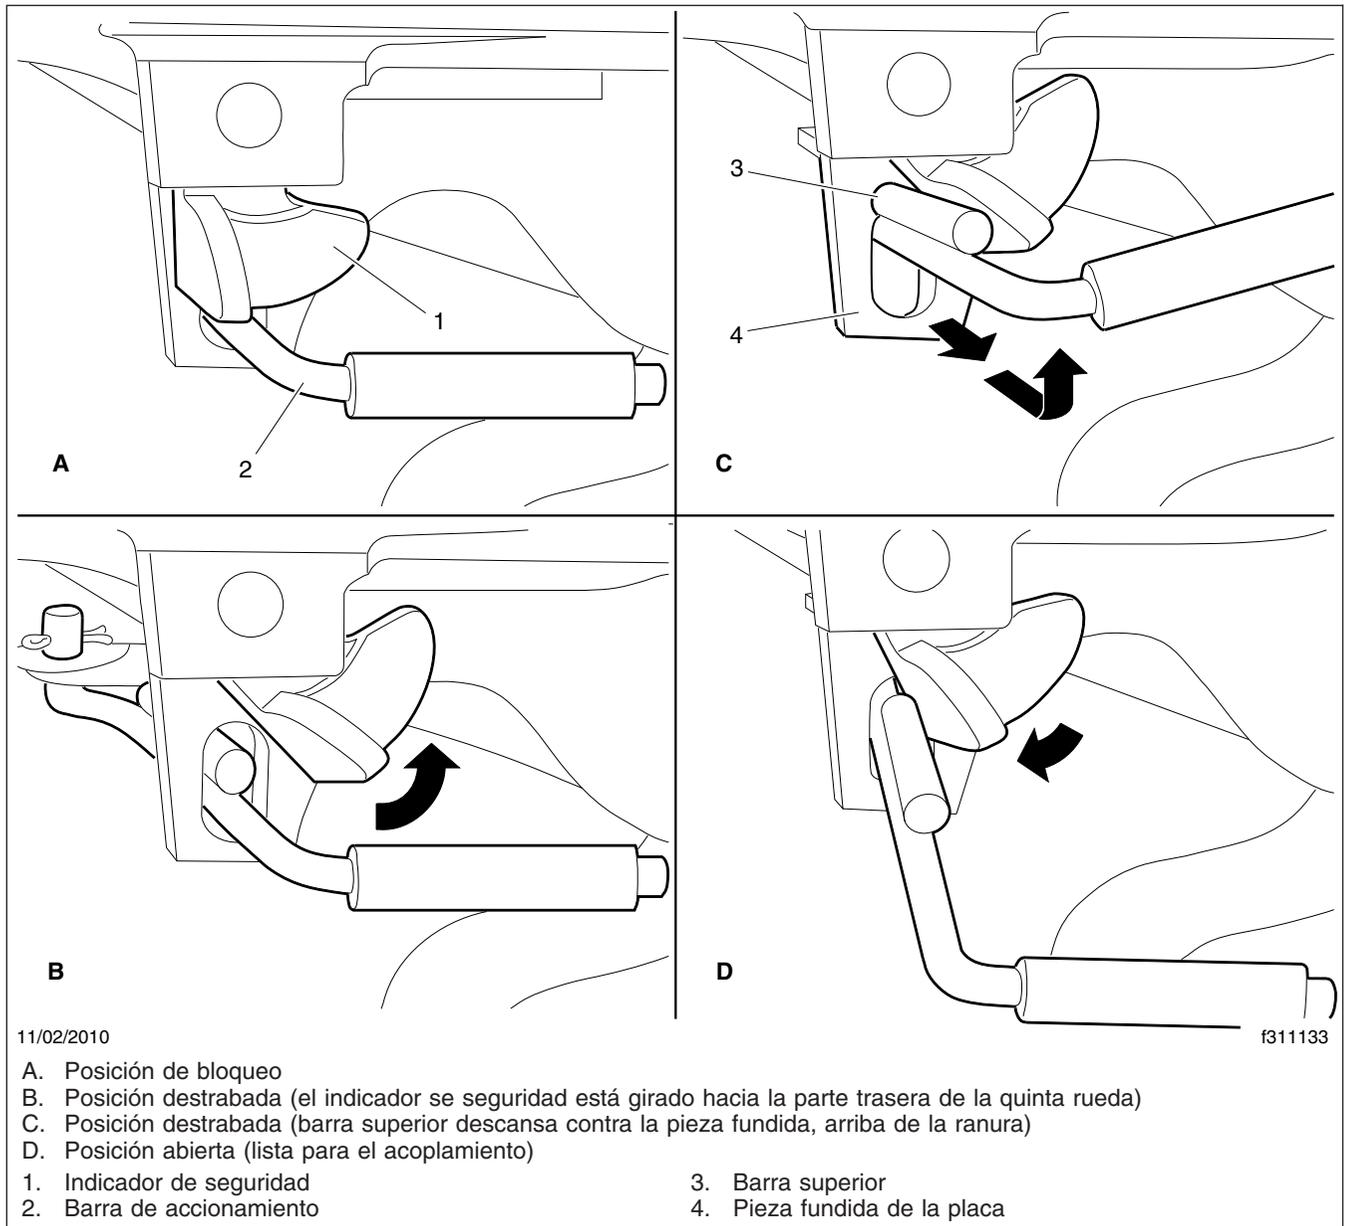

Figura 17.9, Mecanismo de cierre del perno rey Holland
- 6.2 **Holland:** En la posición de cierre el indicador de seguridad pivota libremente sobre la barra de accionamiento. Vea la Figura 17.9, detalle A.
Para abrir el mecanismo, gire el indicador de seguridad hacia la parte trasera de la quinta rueda. Vea la Figura 17.9, detalle B.
Jale la barra de accionamiento hacia afuera. Cuando el "hombro" de la barra de accionamiento superior esté fuera de la ranura, levante la manija, y ponga el hombro de la barra superior contra la pieza fundida de la placa. Vea la Figura 17.9, detalle C.
La quinta rueda está ahora en la posición destrabada, y lista para desacoplar. Según el vehículo se aleja del remolque, el perno rey hace que la mordaza gire, lo cual hace contacto con el cierre. Más rotación de la mordaza hace que el cierre se mueva hacia afuera, y hace que la barra superior vuelva a entrar en la ranura. Vea la Figura 17.9, detalle D. La quinta rueda está lista ahora para acoplar.